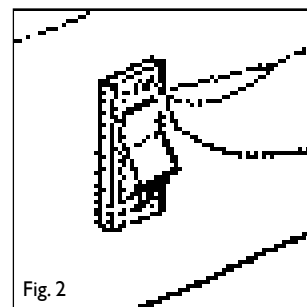

Fig. 2
- Posicionar o interruptor da hélice no I (Fig. 2) e verificar que a hélice gira.